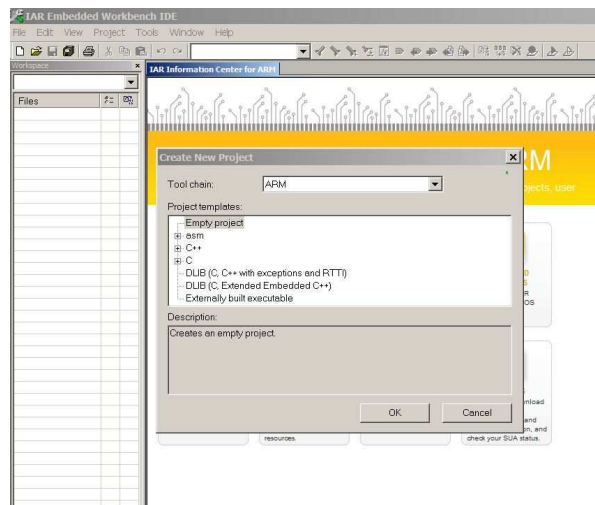

图 23. IAR 新建项目
1. 进入项目 (Project) → 新建项目 (Create New Project)，创建一个新的空项目，选择 ARM 工具链和一个空项目，然后单击确定 (OK)（请参见图 23）。